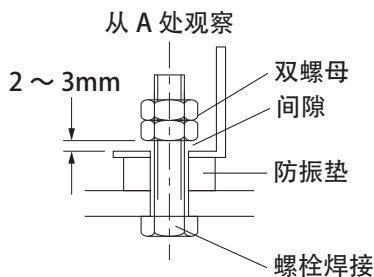

图 1
① CRM-S 系列、CRMH-S 系列、CRH 系列
- c 为了发挥防振垫的作用，螺栓与防振垫之间应该留出一定间隙后进行固定。（请参照图 1）